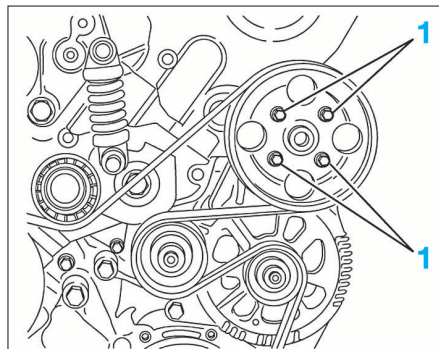

FIG. 6
- les vis (1) (Fig.6) de poulie de pompe de direction assistée,